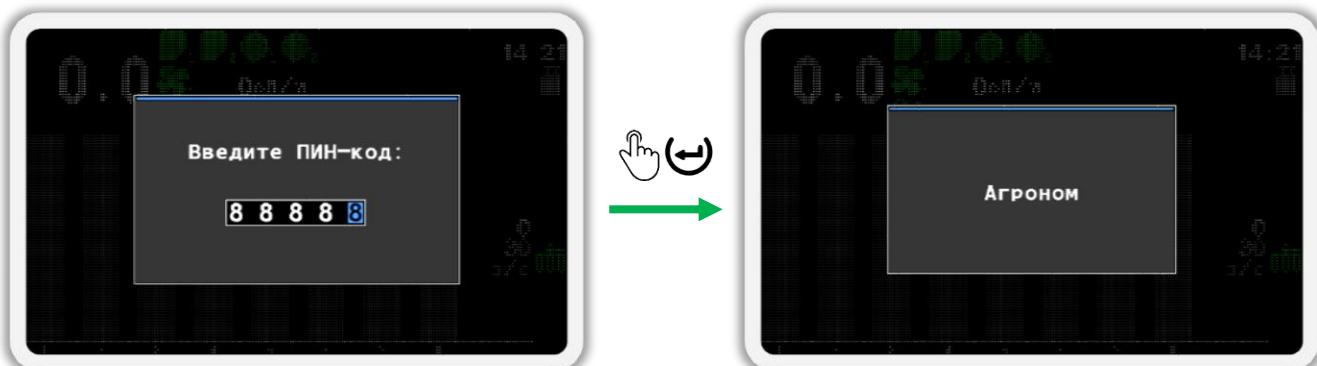

Рисунок 53
- е) После того, как вы введете ПИН-код, нажмите кнопку  «Меню». Если код введен правильно, то вы увидите сообщение с надписью «Агроном» (см. Рисунок 53). После этого вы будете автоматически возвращены в меню «Настройки».